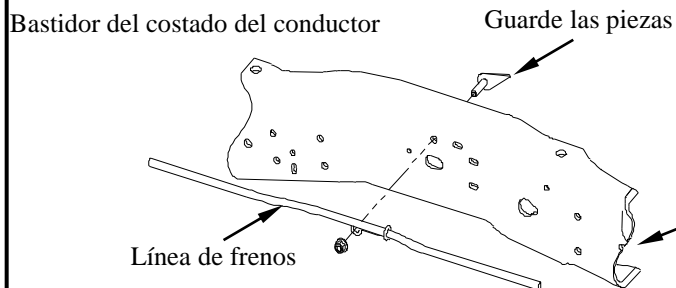
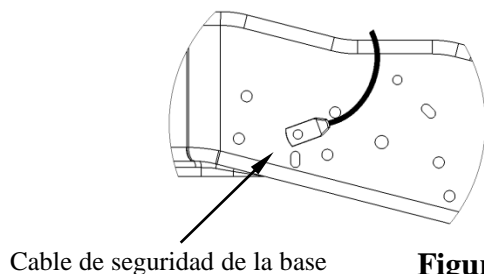

Figura 4a
Figura 4c
3. **En vehículos 1999 a 2004 únicamente.** Retire temporalmente los ganchos del cable del freno de emergencia del bastidor del vehículo y guarde las piezas. Ver Figura 4a. También desconecte el cable de seguridad de la base y vuelva a instalar en un orificio cercano disponible una vez que el soporte del bastidor se instale. Ver Figura 4c.